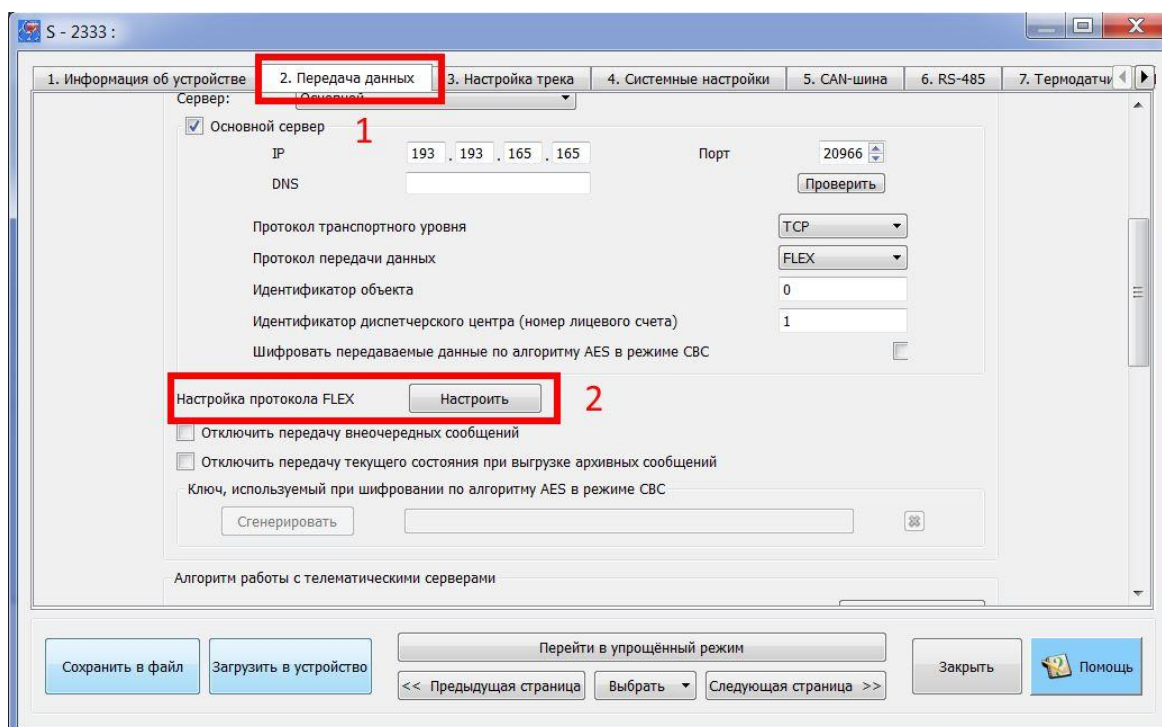

Рисунок 6
1. Перейти во вкладку «2. Передача данных» (рисунок 6).